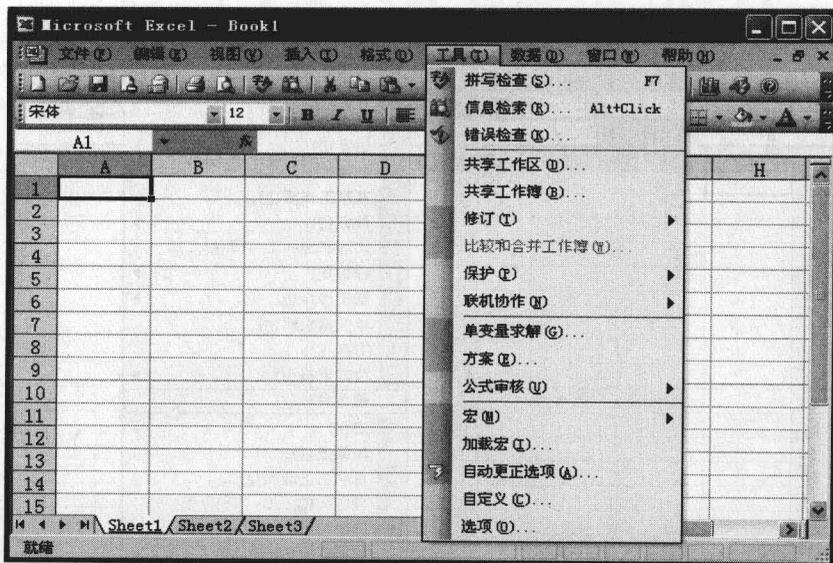

图 1-1 Excel 主界面
**步骤 1** 启动 Excel 软件，点击菜单栏中【工具】菜单，可以得到如图 1-1 所示的主界面。